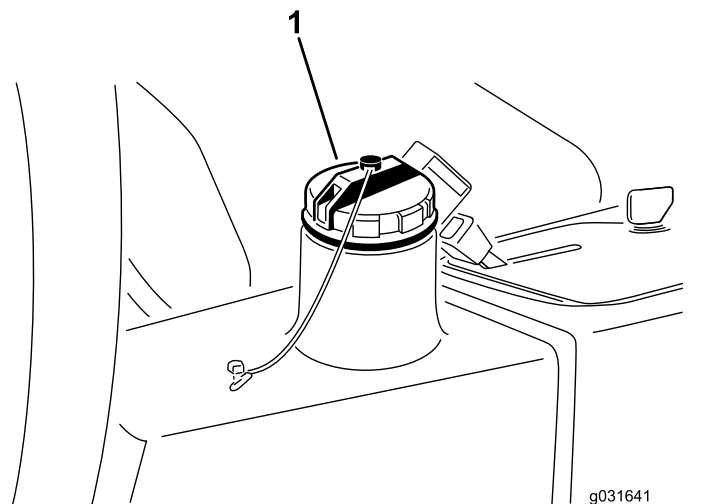

**Bild 65**
2. Klemmen Sie die Hydraulikölleitung ab oder entfernen den Hydraulikölfilter und lassen das Hydrauliköl in ein Auffanggefäß ablaufen (Bild 67 und Bild 65).
3. Montieren Sie die Hydraulikölleitung, wenn kein Öl mehr ausströmt (Bild 65).